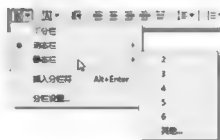

图 5-21
(10) ■ (栏数)列表: 主要作用是显示栏数的选项, 如图 5-21 所示。栏是指多行文本的文本输入区域。